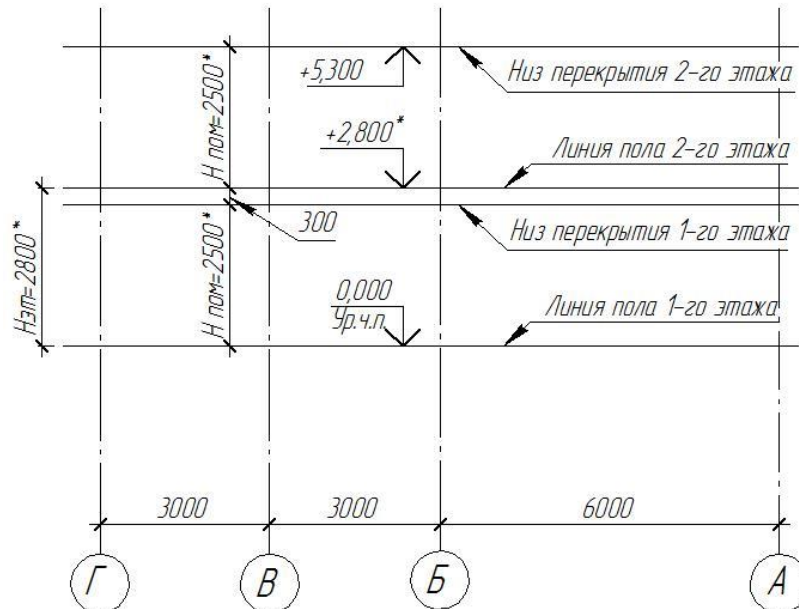

Рис. 87 Изображение осей и горизонтальных линий разреза жилого дома
- Разрез здания рекомендуется выполнять в следующей последовательности (рис. 87,88).